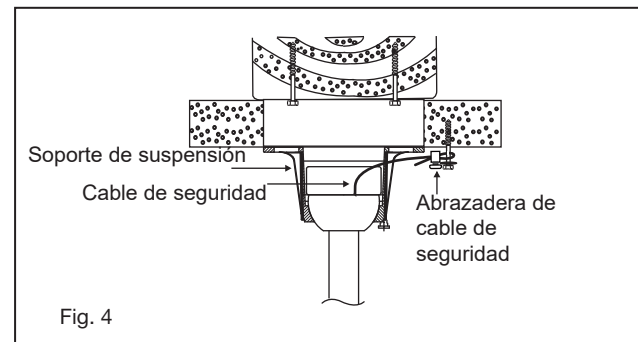

Fig. 4
- 9 Levante la bola / varilla / ventilador en la abertura del soporte de suspensión. **NOTA:** La lengüeta opuesta a la abertura del soporte del colgador debe encajar en la ranura de la bola. (Fig. 4)
Fije el perno de retraso y la arandela plana a la viga del techo. Conecte el cable de seguridad al perno de retraso. Deslice la abrazadera del cable sobre el cable de seguridad (del ventilador). Coloque el extremo del cable a través del perno de retraso. Pase la mayor cantidad posible de cable a través del perno de retraso. Introduzca el extremo del cable en el orificio de la abrazadera y apriete firmemente el tornillo. (Fig. 4). Corte el exceso de cable de seguridad.